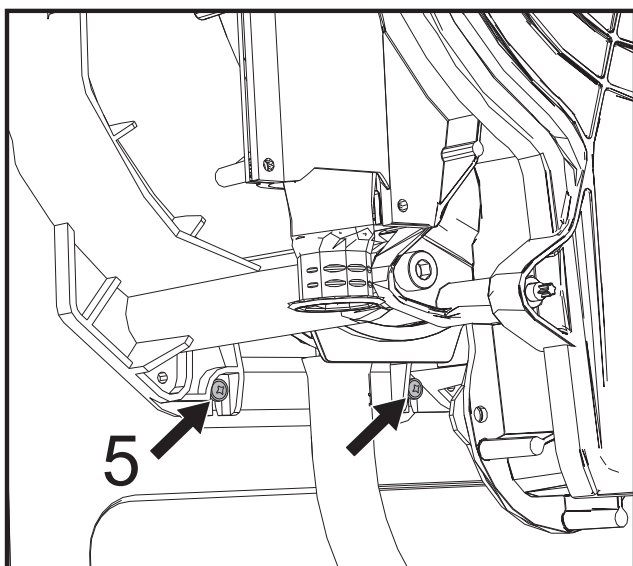

fig. 62
- Draai de 2 onderste **bevestigingsschroeven '5'** van de warmtewisselaar aan het frame (fig. 62) los